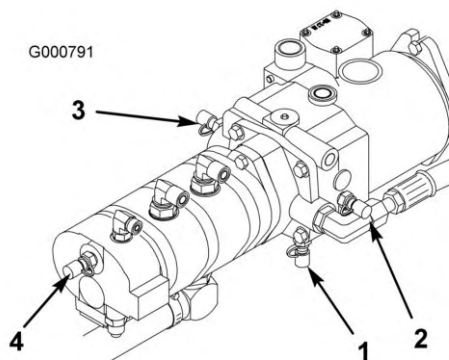

Figura 82
4. A porta de teste D encontra-se localizada no fundo da transmissão hidrostática (Figura 82) e é utilizada para medir a pressão de carga da transmissão.
5. A porta de teste E é utilizada para medir a pressão da tracção em frente (Figura 82).
6. A porta de teste F é utilizada para medir a pressão da tracção em marcha-atrás (Figura 82).
7. A porta de teste G é utilizada para medir a pressão do circuito da direcção (Figura 82).